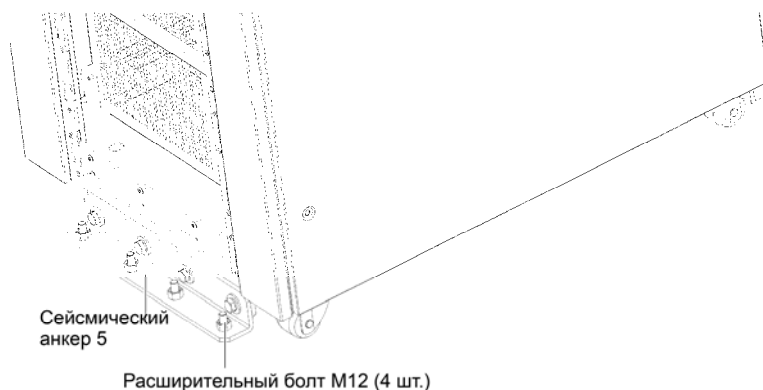

Рисунок 8-14 Монтаж дополнительного крепления 5 на полу
6. С помощью четырех распорных винтов M12 выполните монтаж дополнительного крепления 5 на полу, как показано на Рисунок 8-14.